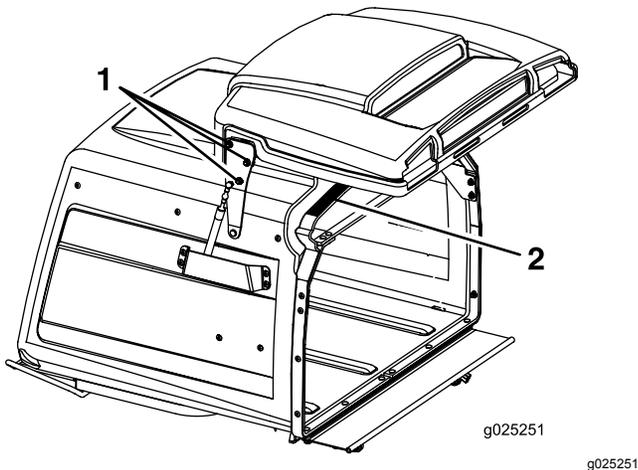

Figure 68
3. Desserrez les 6 écrous des charnières du couvercle (Figure 68).
4. Ouvrez le couvercle et placez une bande de caoutchouc de 9,5 mm ou un flexible de 9,5 mm de diamètre entre la trémie et le couvercle (Figure 68).